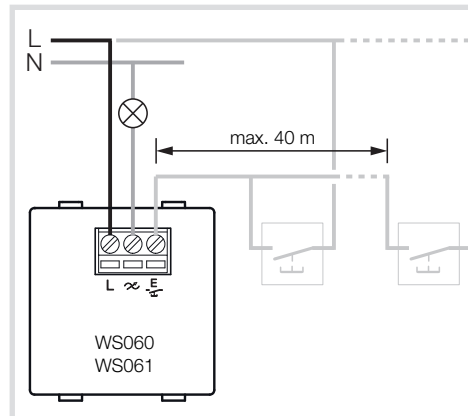

Figure 6: raccordement électrique avec bouton-poussoir et contact normalement ouvert comme postes secondaires (optionnel)
- Enclencher variateur rotatif/à poussoir (2) dans le support (1).
- Raccorder le variateur rotatif/à poussoir et les boutons poussoirs secondaires en option, conformément au schéma de la figure 6.
- Mettre en place la plaque décorative (3) (voir description de l'appareil).
- Réaliser ouverture de montage (4).